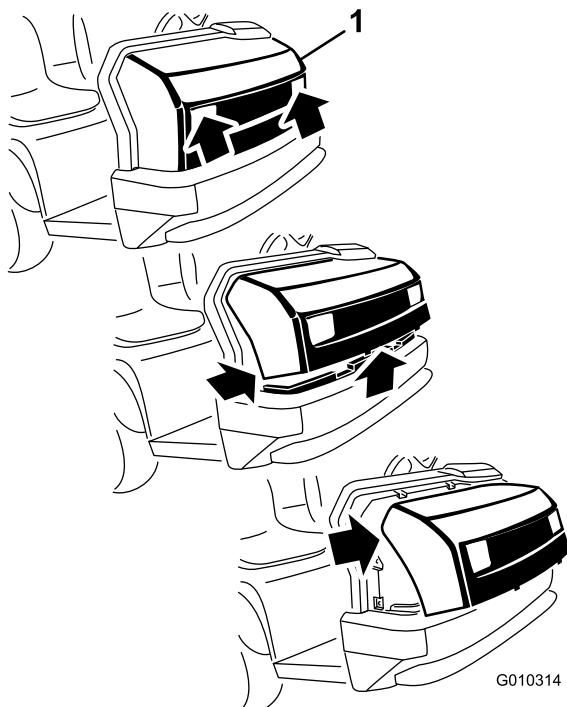

図 28
- ヘッドライトの開口部でフードをつかみ、フードを持ち上げて、下側の取り付けタブをフレームの穴から外す 図 28。
2. フードの下側を手前に持ち上げて、上部の取り付けタブをフレームのスロットから引き抜けるようする図 28。
3. フードの上側を前に倒し、ヘッドライトからワイヤコネクタを抜く図 28。
2. 上側の取り付けタブをフレームの穴に差し込む図 28。
3. 下側の取り付けタブをフレームの穴に差し込む図 28。